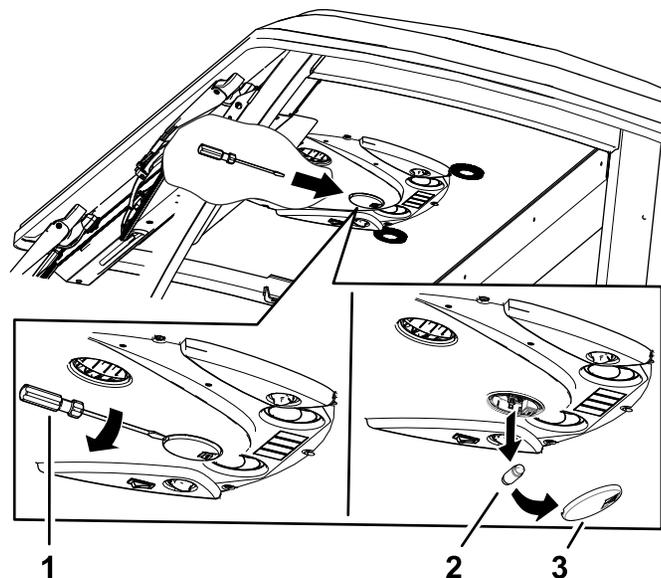

図 89
1. ねじ回しを使ってコントロールパネルからレンズを外す 図 89。
2. ベースから電球を外す 図 89。